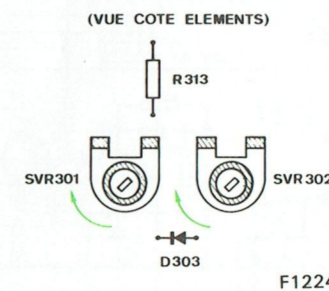

Fig. 14
- Tourner les potentiomètres SVR301 et 302 jusqu'en butée (Fig. 14).